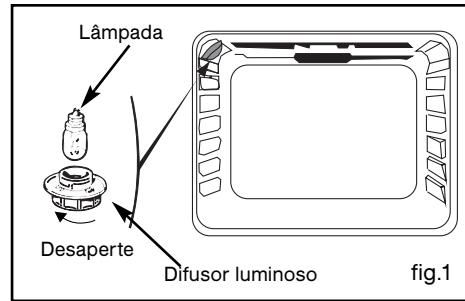

fig.1
- b) Desaperte o difusor luminoso (fig.1).